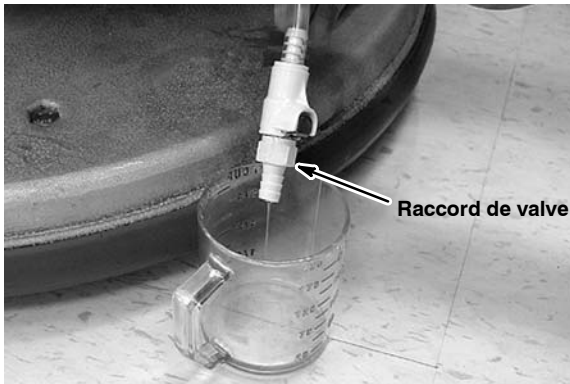

FIG. 60
2. Branchez le raccord de valve (acheté séparément) sur le tuyau d'alimentation et videz le reste de concentré dans un petit récipient (Figure 60). Pressez plusieurs fois le tuyau d'alimentation si le concentré ne s'écoule pas.